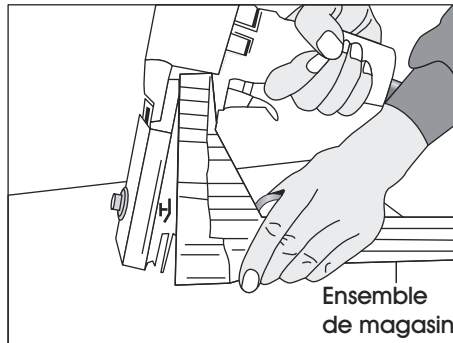

Figure 22
2. Retirez le magasin. (Voir Figure 22)